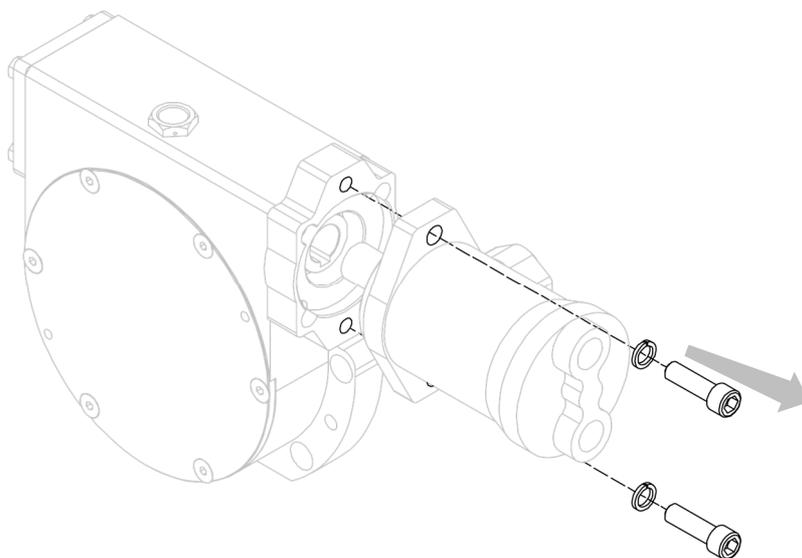

Abbildung 35
4. Trennen Sie den Motor vom Getriebe, nachdem Sie die entsprechenden Schrauben, die ihn befestigen, entfernt haben (siehe *Abbildung 35*).